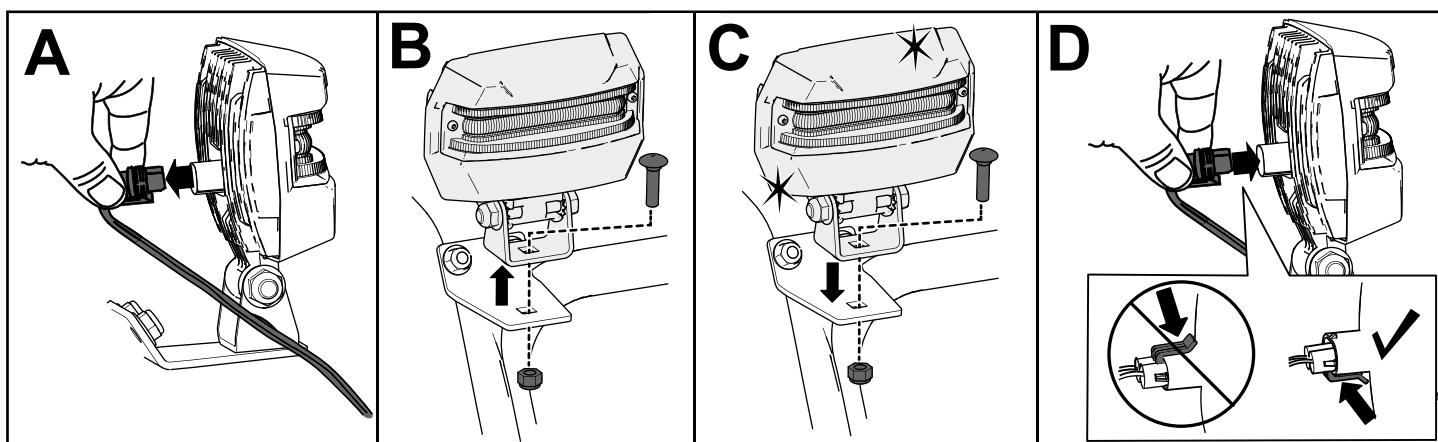

Figura 39
1. Detașați cablul de pe partea din spate a farului (A din Figura 39).
2. Scoateți urubul și piulia care fixează farul pe suportul acestuia și îndepărtați farul vechi (B din Figura 39).
3. Fixați farul nou pe suport cu urubul și piulia pe care le-ați demontat la pasul anterior (C din Figura 39).
4. Introduceți cablul în spatele farului până când se fixează în poziție (D din Figura 39).